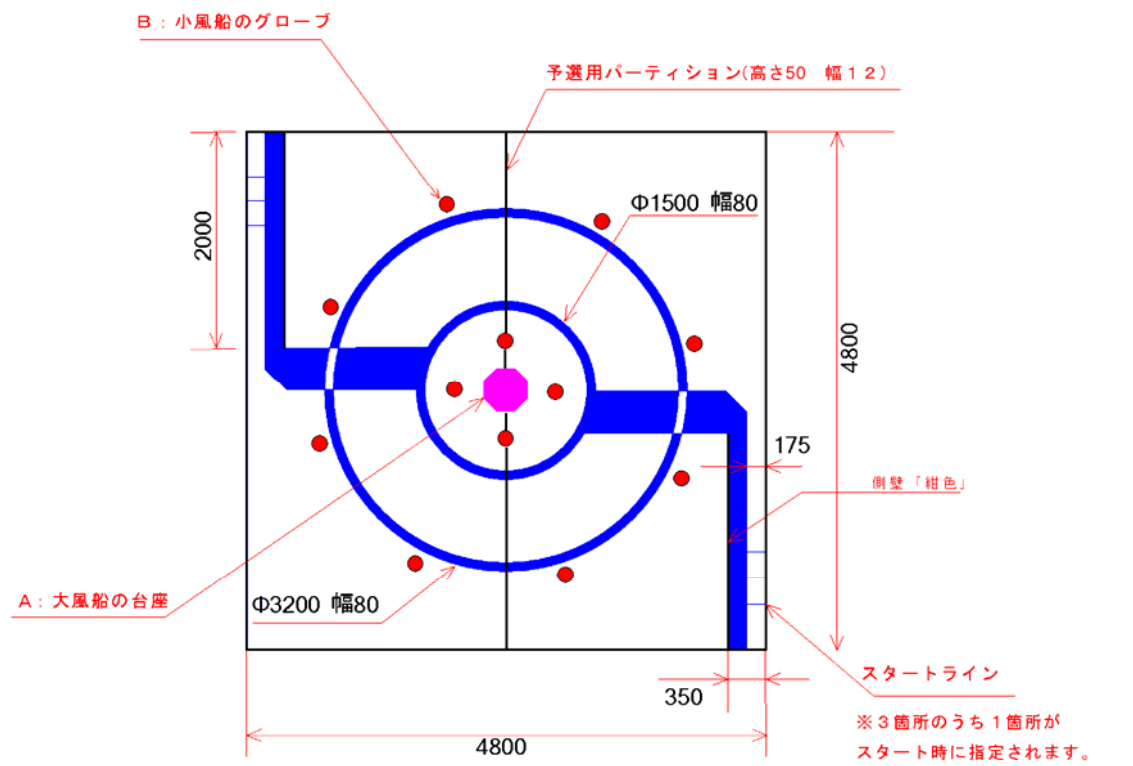

図 1 自律型ソフトウェア部門 競技場平面図
- (1) 自律ソフトウェア競技場平面図 (図 1) を参照してください。
- (2) 予選ではパーティション (高さ 50mm、幅 12mm) が設置され相手のコースには入れません。決勝ではパーティションが取り払われ全てのエリアでの活動が可能となります。スタートラインは各エリアの側壁に囲まれた進入路内になります。
- (3) 図 1 に描かれたコースの模様等は大会当日のものと若干異なることがあります。なお、調整・試走のために車検時にコースを開放する予定です。